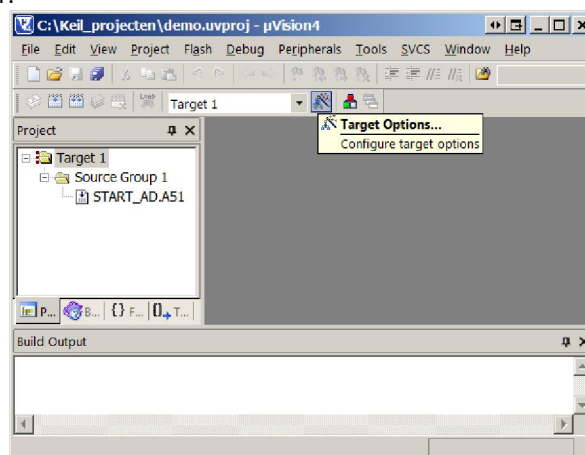

Figuur 3 – Project map
3. Kies een geschikte locatie om je project op te slaan. In het voorbeeld is gekozen voor de map “C:\Keil_projecten” en projectnaam “demo”. Klik op **Opslaan**. Zie Figuur 3.